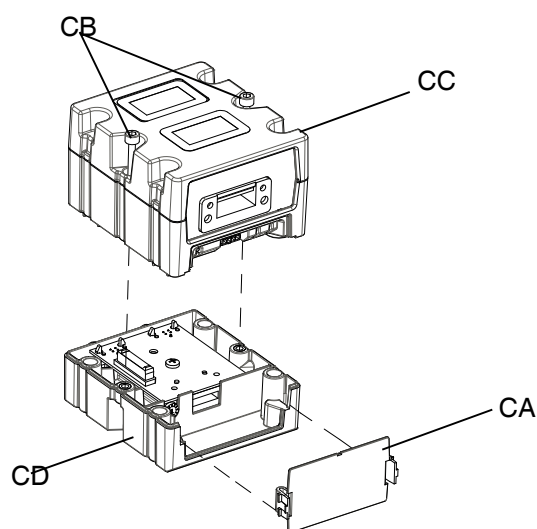

Fig. 38: Desmontagem do CGM
5. Retire a tampa de acesso do CGM (CA). Desaperte os dois parafusos (CB) e retire o CGM (CC) da base (CD) conforme indicado em FIG. 38.